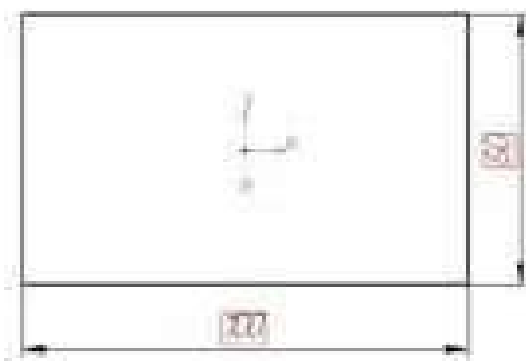

Рисунок 16.1 – Эскиз основания детали «Опора»
2. На горизонтальной плоскости вычертите эскиз основания – прямоугольник по центру с высотой *60 мм* и шириной *100 мм* (рисунок 16.1), который выдавите на *30 мм* (рисунок 16.2). Нажмите кнопку **Создать объект**.